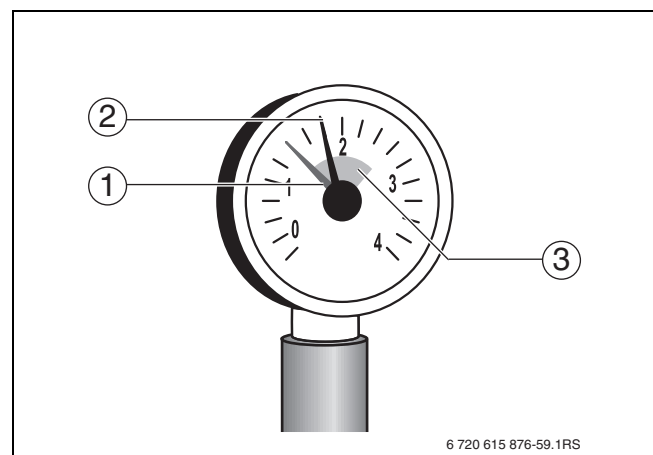

fig. 10 Manómetro para instalações fechadas
- ▶ Se a pressão operacional baixar devido à purga (ver o ajuste do ponteiro vermelho no manómetro → fig. 10, página 14), é necessário adicionar água.